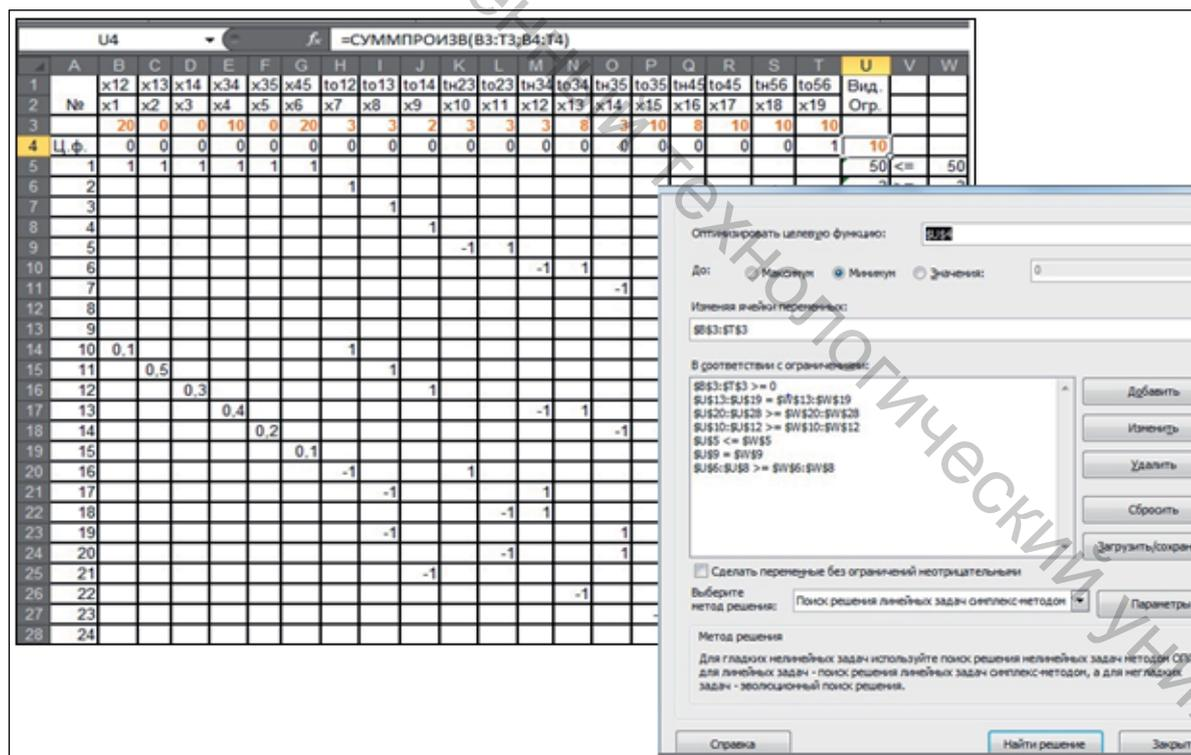

Рисунок 2 – Оптимизация проекта по времени
• в среде ТП MS Excel на основании экономико-математической модели задачи, учитывая все ограничения, средствами надстройки «Поиск решения» определено оптимальное количество дополнительных вложений материальных и трудовых ресурсов, с целью оптимизации проекта по времени (Рисунок 2).